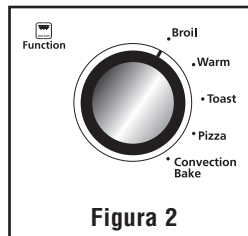

Figura 2
- Perilla De Selección De Función** – Seleccione la función de cocción girando la perilla hasta la configuración deseada. (Vea la figura 2)